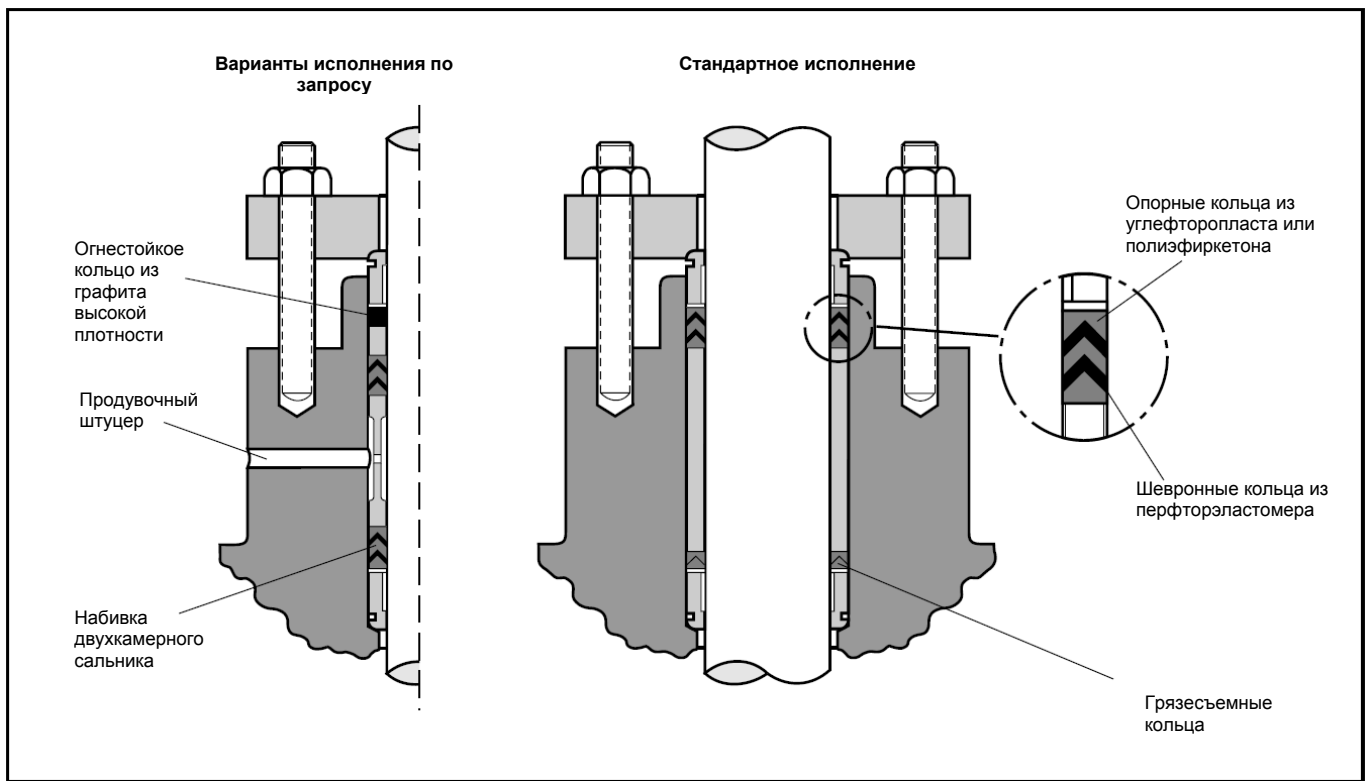

Рисунок 2: Сальник SureGuard
Инструкции по установке набивки Valtek SureGuard и Valtek SureGuard XT в клапан приводятся ниже (см. рис. 2 и Таблицу 1).
2. Установите нижнюю направляющую штока в проточку под сальник в крышке. Затем установите в проточку тонкое антиэкструзионное кольцо из нержавеющей стали, а затем а затем внутреннее и наружное переходные кольца из углеродопласта или полиэфиркетона (см. рис. 2).